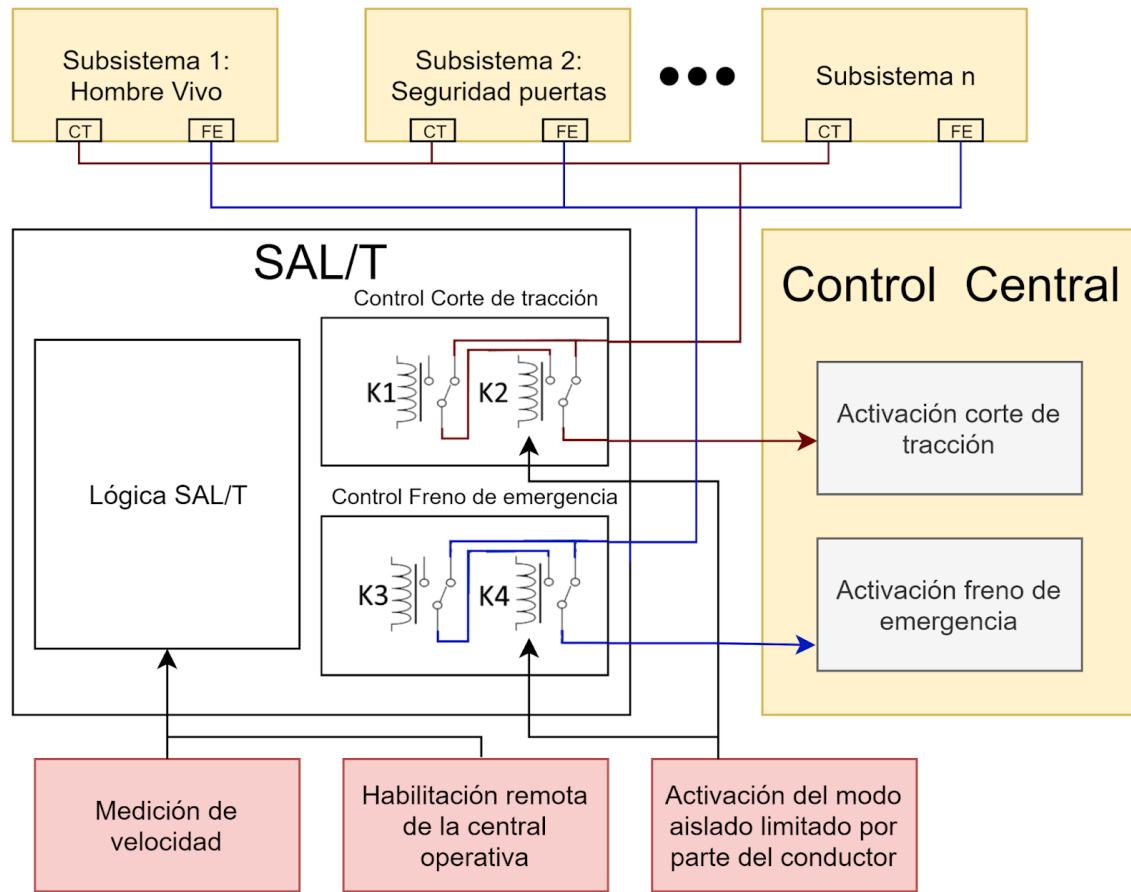

Figura 2: Diagrama conceptual de la interacción del SAL/T con los sistemas de seguridad en una formación.
En la Figura 2 se puede ver como el SAL/T interactúa con las señales CT y FE. En modo de funcionamiento normal los subsistemas de seguridad tienen conexión directa con el control central. Ante la activación por parte del conductor del modo aislado limitado (AL) el SAL/T toma el control de dichas señales.